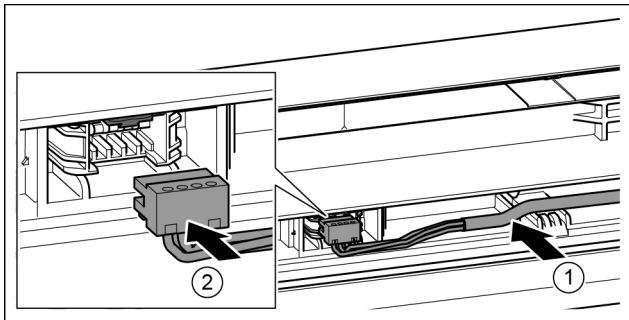

Fig. 38
- ▶ 将灰色电缆置入上方冰箱门的导向装置。 Fig. 38 (1)
- ▶ 插入插头。 Fig. 38 (2)